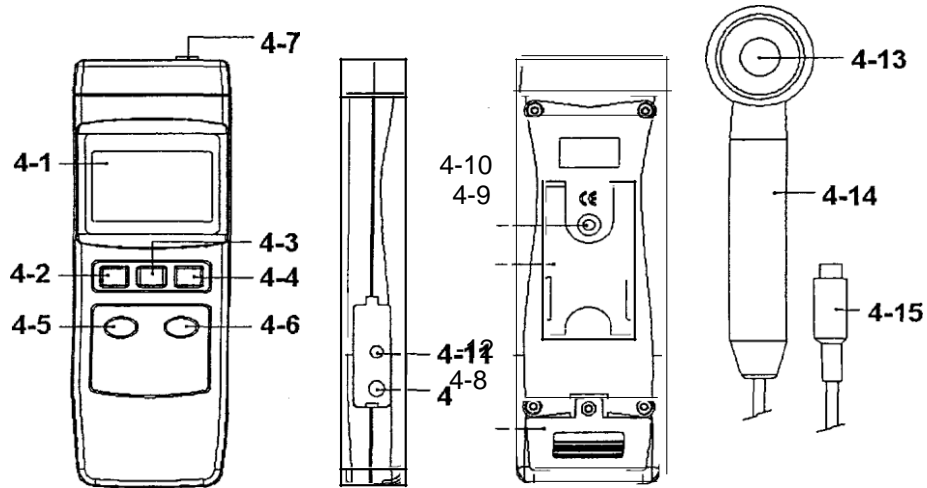

Fig. 1
- 1) Conecte el "enchufe de la sonda" (4-15, Fig. 1) a la "toma de entrada" (4-7, Fig. 1)
- 2) Encienda el aparato pulsando la "tecla de encendido" (4-2, Fig. 1).
- a. Seleccione el rango "2 mW/cm2" pulsando la tecla "2 mW/cm2" (4-5, Fig. 1).
- b. Seleccione el rango "20 mW/cm2" pulsando la tecla "20 mW/cm2" (4-6, Fig. 1).
- 4) Utilice el mango para sostener "mango de la sonda UV" (4-14, Fig. 1) y coloque el "Sensor UV" (4-13, Fig. 1) enfrente de la luz UV para medirla. Después la pantalla (4-1, Fig. 1) mostrará el valor de luz exacto.
Durante la medición, pulsando la "Tecla Hold" (4-3, Fig. 1) se fijará el valor de pantalla, al mismo tiempo el LCD mostrará el indicador "HOLD". Para salir de la función Data Hold, pulse de nuevo la "Tecla Hold", a continuación el indicador "HOLD" desaparecerá y se cancelará la función de retención de datos.
- \* La función de registro de datos registra las lecturas máximas y mínimas. Pulse la "Tecla REC" (4-4, Fig. 1) una vez para iniciar la función de registro de datos y habrá un símbolo "REC" en la pantalla.
- a) Pulse la "Tecla REC" (4-4, Fig. 1) una vez, el símbolo "REC. MAX." aparecerá junto con el valor máximo en la pantalla.
Si intenta borrar el valor máximo, pulse la "Tecla Hold" (4-3, Fig. 1) una vez, después la pantalla mostrará solo el símbolo " REC" y ejecutará la función de memoria de manera continua.
" Pulse la "Tecla REC" (4-4, Fig. 1) de nuevo, el símbolo "REC. MIN" aparecerá en la pantalla junto con el valor mínimo.
Si intenta borrar el valor mínimo, solo pulse la "Tecla Hold" (4-3, Fig. 1) una vez, después la pantalla mostrará solo el símbolo "REC" y ejecutará la función de memoria de manera continua.
Con la pantalla en blanco con el "sensor UV" (4-13, Fig., 1), si pulsa la "tecla cero/2 mW/cm2" (4-5, Fig. 1) de manera continua al menos durante 3 segundos, el LCD mostrará el valor cero.
El aparato tiene un interfaz de serie RS232 del PC con un terminal de 3.5 mm (4-11, Fig. 1).
- 2) Abra la "Tapa de la batería" (4-8, Fig. 1) y retire la batería.